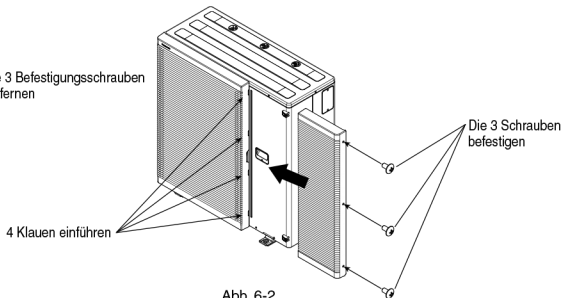

Abb. 6-2
2. Führen Sie die 4 Klauen des Auslassgitters (rechte Seite) ein und befestigen Sie die 3 Schrauben. (Abb. 6-2)